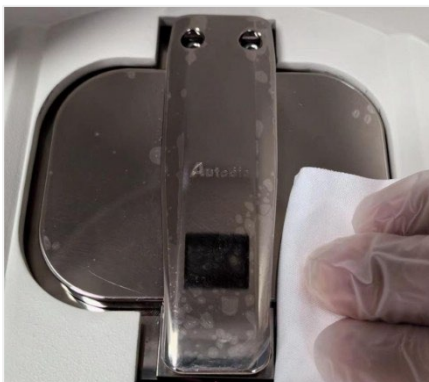

Рисунок 8.1 Схема протирания внешней стороны дверцы люка тряпкой без пыли
- 1) Выньте прибор из слайд-мишени. Сначала промокните небольшое количество очищенной воды салфеткой без пыли, чтобы очищенная вода не капала. Протрите внешнюю сторону дверцы люка, как показано на рис. 8.1, чтобы предотвратить попадание посторонних предметов внутрь после открытия.